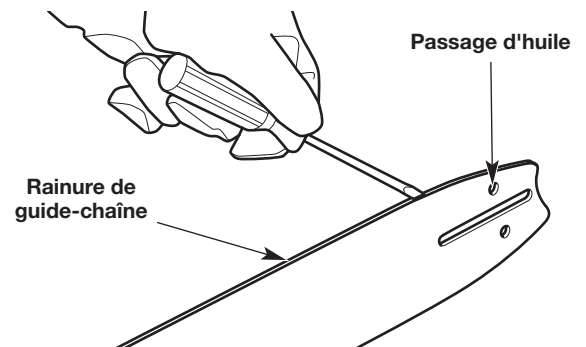
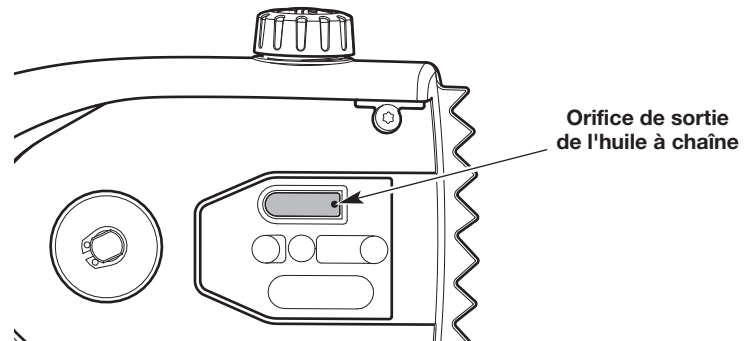

Fig. 41
Fig. 42
2. Nettoyez la rainure de la tige de guidage et les passages d'huile chaque fois que la chaîne est enlevée, lorsque l'appareil a été largement utilisé ou lorsque la chaîne semble sale. Utilisez un tournevis, un couteau à mastic, une brosse d'acier ou un instrument similaire pour enlever les débris de la rainure de la tige de guidage (Fig. 41). Utilisez un petit fil souple pour enlever les débris du trou d'évacuation d'huile de la chaîne (Fig. 42).